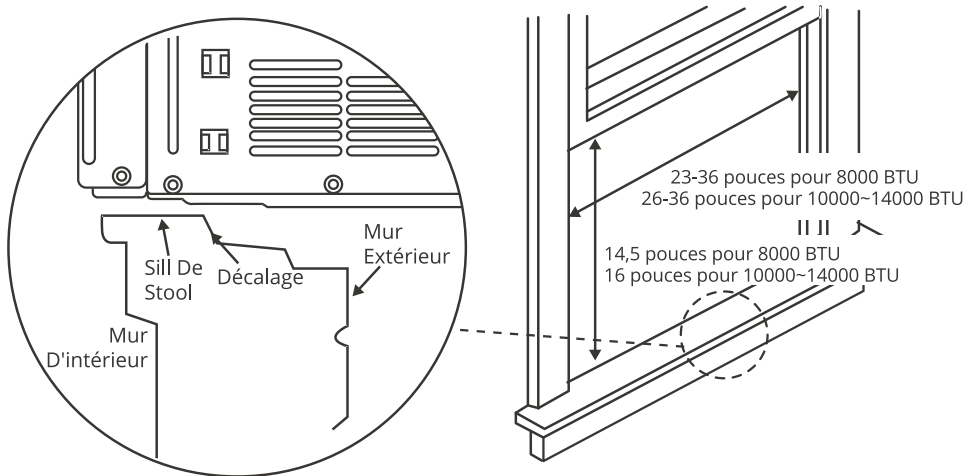

Fig.1
- La feuille inférieure de la fenêtre (partie inférieure de la fenêtre qui se déplace vers le haut et vers le bas) doit permettre un dégagement vertical de 14,5" lorsqu'elle est ouverte, 8000btu (voir Fig. 1).
La feuille inférieure de la fenêtre (partie inférieure de la fenêtre qui se déplace vers le haut et vers le bas) doit permettre un dégagement vertical de 16" lorsqu'elle est ouverte, 10000btu~14000btu (voir Fig. 1).